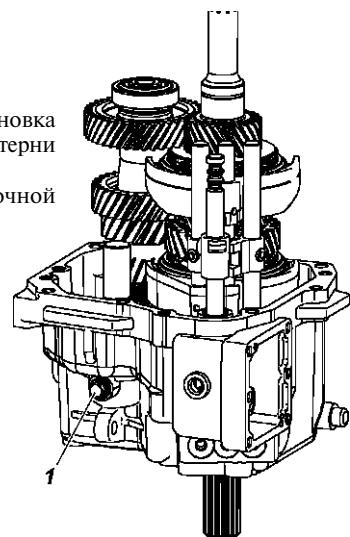

Рис. 6.11. Снятие и установка оси промежуточной шестерни заднего хода:
11. Отверните болт 1 (рис. 6.11) оси промежуточной шестерни заднего хода на заднем картере коробки передач и снимите ось.